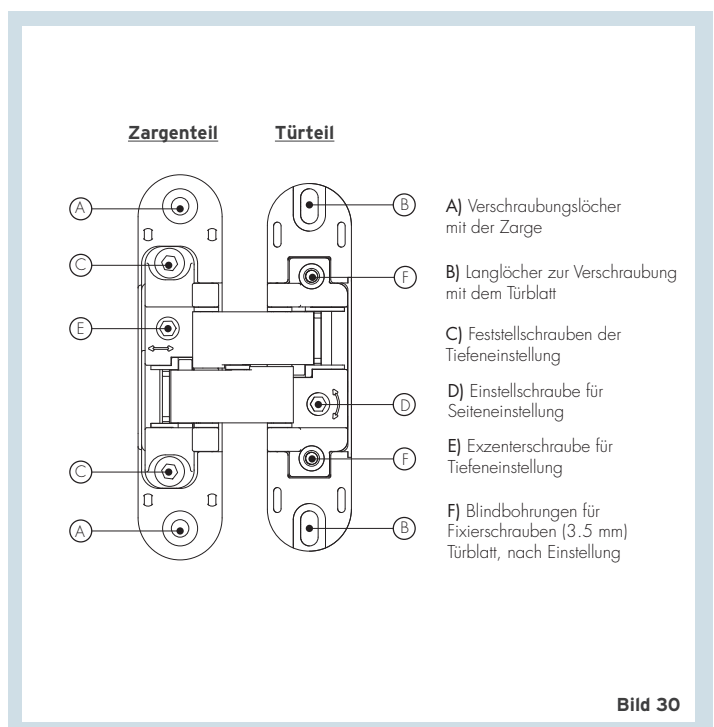

Bild 30
3. Höheneinstellung des Türblattes: Den Stufenkeil wie abgebildet unter das Türblatt schieben, und die Schraube „B“ der Bänder im Türblatt leicht lösen. Anschließend mit dem Stufenkeil die gewünschte Höhe des Türblattes einstellen und Bänder mit Schraube „B“ im Türblatt fixieren. Stellen Sie nun sicher, dass das Türblatt gut schließt und sich reibungsfrei dreht (Bild 30/31).